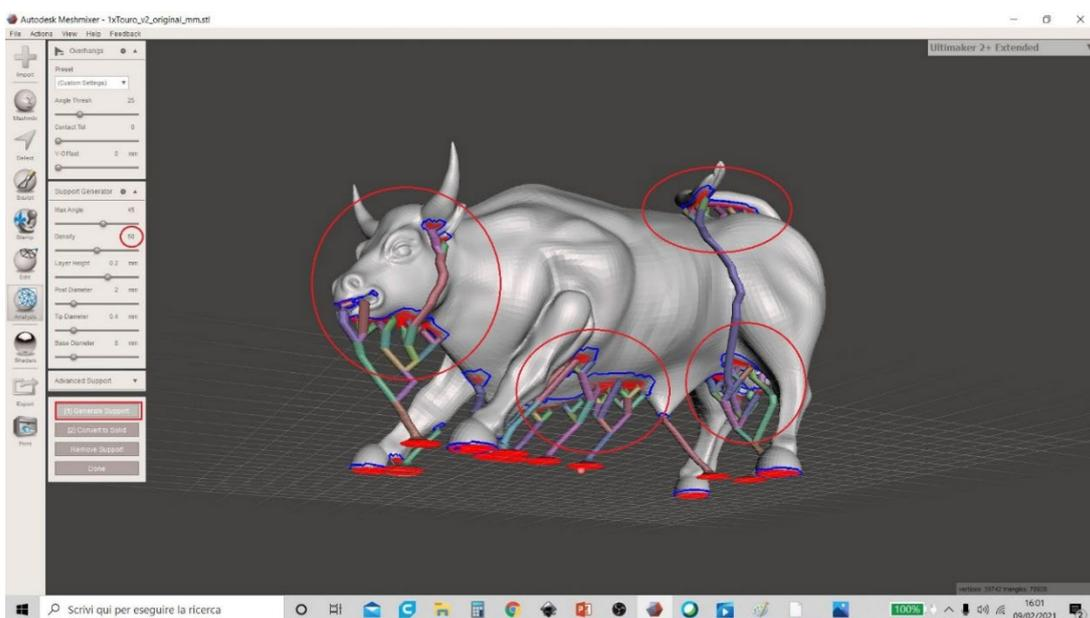

Figura 32 Meshmixer
7. Figura 32 Meshmixer en cambio muestra una densidad del soporte al 50% (la diferencia con una densidad al 100% en términos de material utilizado es evidente).